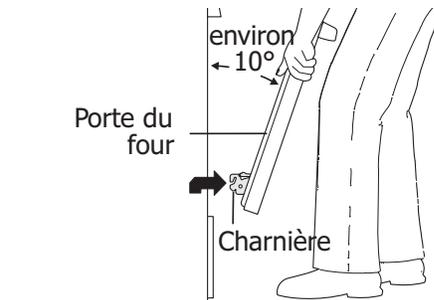
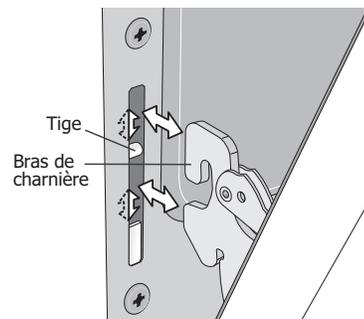

Figure 45 : Tenir fermement la porte lors de son retrait
Figure 46 : Remise en place et emplacement des bras de charnière et des tiges
3. Tenez fermement les deux côtés de la porte. N'utilisez pas la poignée de la porte (voir figure 45).
4. Fermez la porte à environ 10 degrés du cadre de porte (voir figure 45).
5. Soulevez les bras des charnières de la porte au-dessus des tiges situées de chaque côté du cadre du four (voir figure 46).
1. Tenez fermement les deux côtés de la porte. N'utilisez pas la poignée de la porte (voir figure 45).
2. En tenant la porte dans le même angle que pour la retirer, posez les crochets des bras des charnières sur les tiges situées de chaque côté du cadre de la porte (voir figure 45 et figure 46). Le crochet des bras de charnière doit être bien assis sur les tiges.